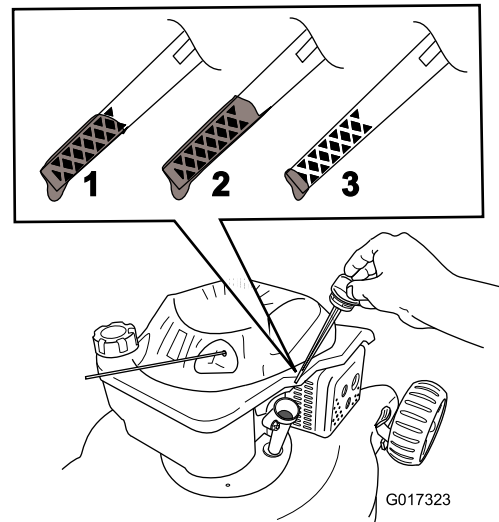

Figure 6
2. Retirez la jauge (Figure 6).
5. Observez le niveau d'huile indiqué par la jauge (Figure 6).